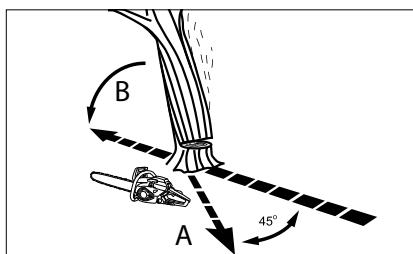

Fig. 14
La via di fuga deve essere in direzione opposta alla direzione in cui si prevede che l'albero cada (B) (fig. 14).